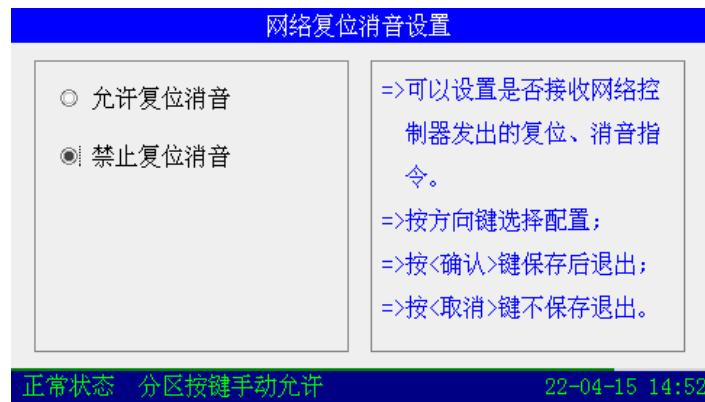

图7-22
- ① QKPH 当前报警音消音后，当再次收到新的报警信息，报警音将重新启动，重新启动的报警音是新产生信息的报警音。
- ② 采用联网消防联动控制器进行消音，消音操作前应将 QKPH 设置为允许网络复位消音方式，设置方法为：按下 QKPH 面板【菜单】键，进入“3. 系统设置”界面（图7-15），再按【▶】、【◀】、【▼】、【▲】键选择“3. 网络设置”，再按【▶】、【◀】、【▼】、【▲】键选择“2. 复位消音设置”，液晶屏显示如图7-22 所示的界面，按【▶】、【◀】、【▼】、【▲】键选择“允许复位消音”，即设置 QKPH 为允许网络复位消音方式。
- ③ 正常监视状态下，消音键无声。